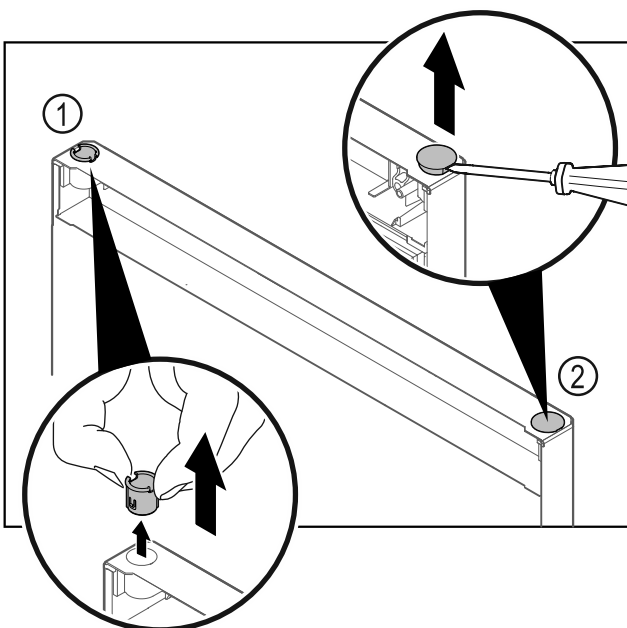

Fig. 11
- ▶ Wyjąć palcami tuleję zawiasu Fig. 11 (1).
- ▶ Zatyczkę osłonki Fig. 11 (2) ostrożnie podważyć przy pomocy śrubokręta płaskiego i wyjąć.